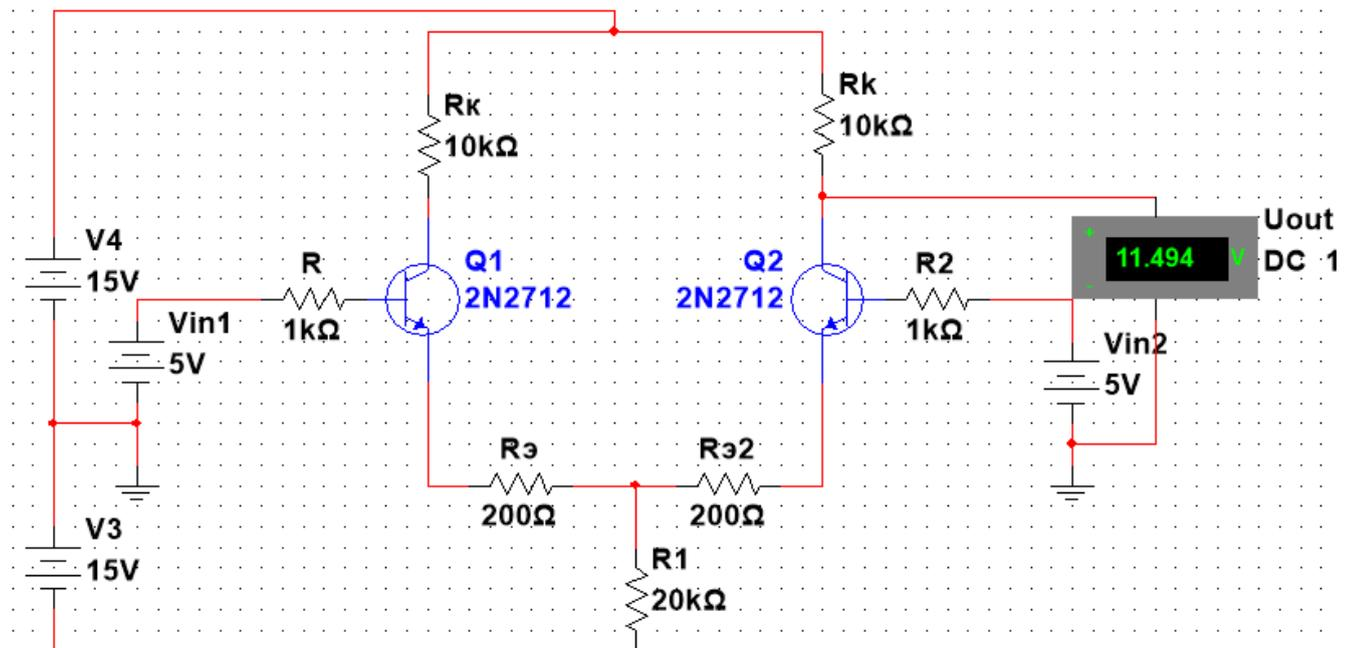

Рис. 7.4 Дифференциальный усилитель
Собираем схему дифференциального усилителя (рис. 7.4).
2.1 Собрать схему дифференциального усилителя согласно рис. 7.4. Определить напряжение, соответствующее средней точке работы усилителя (при равных нулю входных сигналах).